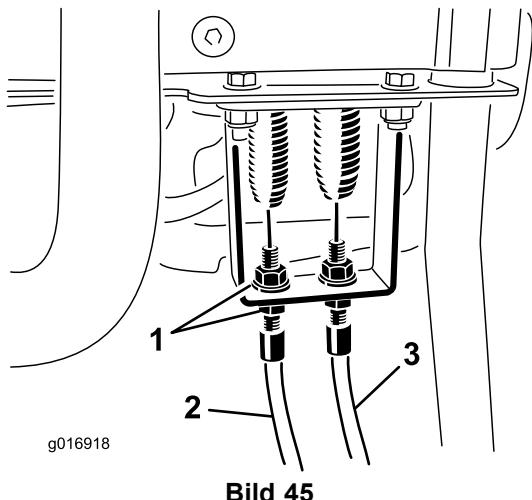
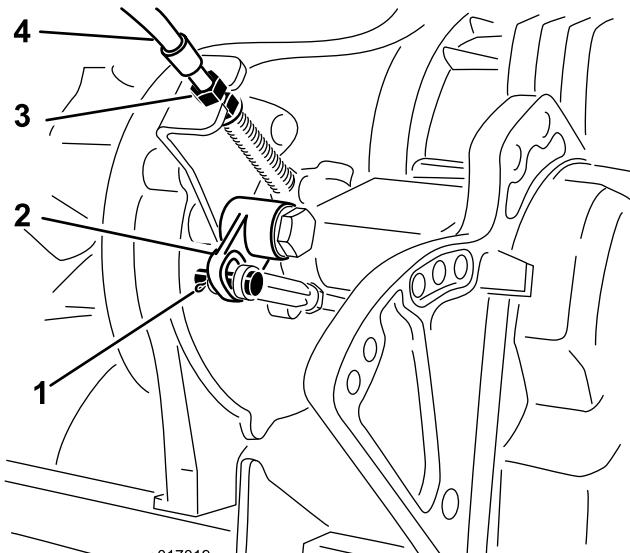

Bild 45
Bild 46
2. Prüfen Sie, ob das Fahrantriebskabel an der Verlängerungsfeder Spiel hat (Bild 45). Stellen Sie die Klemmmuttern am Schott (Bild 46) ein, um das Spiel vom Kabel ohne Verlängern der Feder zu entfernen.
4. Entfernen Sie den Splint und Lastösenbolzen, mit denen der Bolzen der Kipphebelstange am Kipphebelgriff befestigt ist. Nehmen Sie den Bolzen vom Kipphebelgriff ab (Bild 46).
7. Stellen Sie die Kabelklemmmuttern am Getriebeschott (Bild 46) ein, um den Abstand zum Kipphebel zu verkürzen und die vorherige Änderung zu ermöglichen.
8. Stellen Sie das Kabel am Armaturenbrettschott ein und stellen Sie die Klemmmuttern ein, um das Spiel ohne Verlängern der Feder zu entfernen (Bild 45).
3. Lösen Sie den Spindelbowdenzug am Griffschott, bis das Kabel Spiel hat (Bild 45).